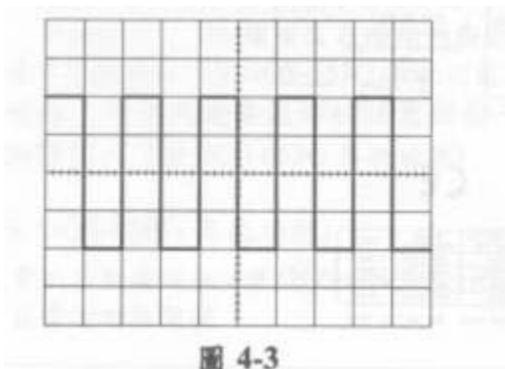

图 4-3
按下 AC-DC-GND (11) 的 AC 键，此时，CRT 上会显示如图 4-3 的波形。